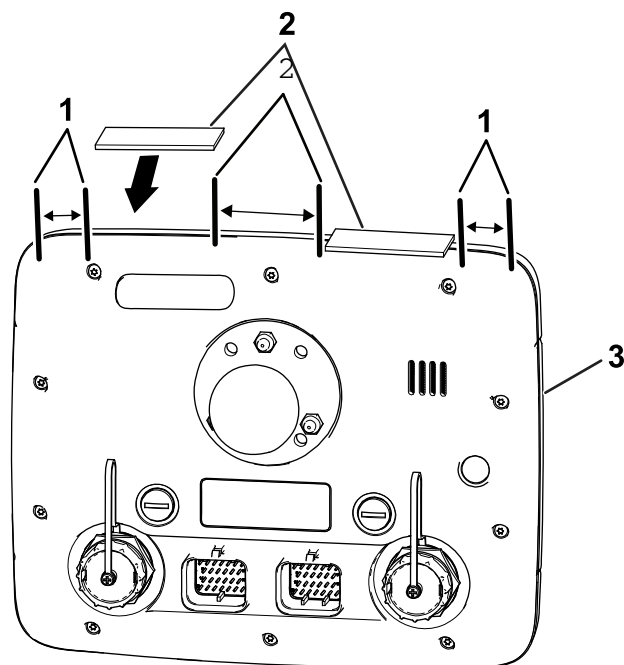

Рисунок 129
3. В верхней части монитора опрыскивателя приложите полосы к монитору опрыскивателя, как показано на Рисунок 129.